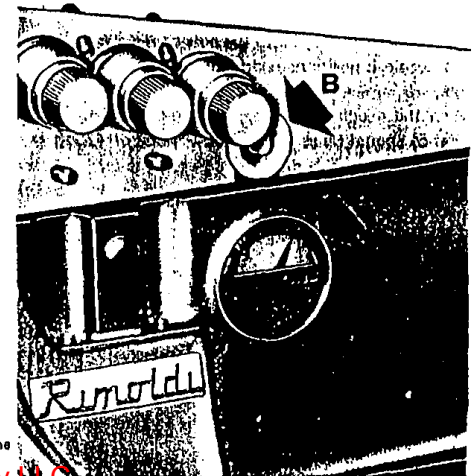

Fig. 4
2. Per il rifornimento completo versare nel foro circa 600 grammi di olio e controllare che l'ago dell'indicatore di livello (fig. 4-A), posto sulla parte anteriore della testa, raggiunga la posizione MAX (fig. 4); tenendo presente che il movimento dell'ago ha un certo ritardo rispetto all'aumento di livello dell'olio (si muove dopo che sono stati versati circa i 2/3 della capacità della bacinella).
6. Durante il funzionamento controllare il circuito di lubrificazione attraverso la spia trasparente del coperchio distribuzione olio, situato sotto il coperchio delle tensioni fig. 4.
2. For a full supply pour about 600 grams of oil into the hole and check that the needle of the oil-level indicator (Fig. 4-A), which is on the front of the head, indicates MAX (Fig. 4). Note that there is a delay between increase of the level of oil and movement of the needle (it begins to move the reservoir is about two thirds full).
6. While it is running, check the lubrication circuit through the window in the oil distribution cover, which is under the tension-cover.(Fig.4) Important